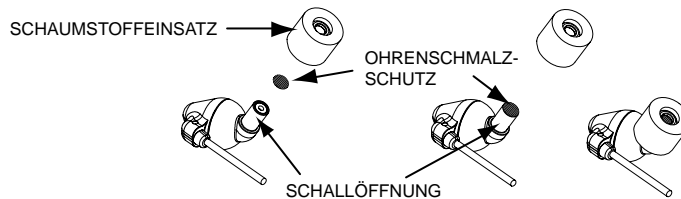

ABBILDUNG 2: Anbringung des Ohrenschmalzschutzes am E2
- *E2: Die Ohrenschmalzschutzvorrichtung an den Schallöffnungsspitzen regelmäßig prüfen (siehe Abbildung 2 auf Seite 30). Wenn die Ohrenschmalzschutzvorrichtungen verstopft sind, müssen sie ersetzt werden.*